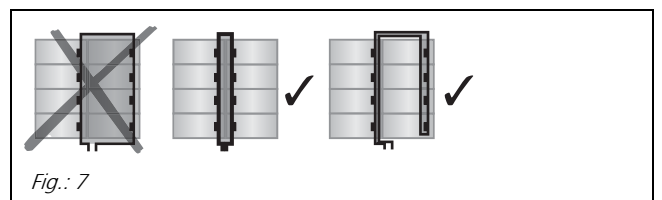

Fig.: 7
- ➔ Éviter les grandes boucles de conducteurs (voir Fig. 7).